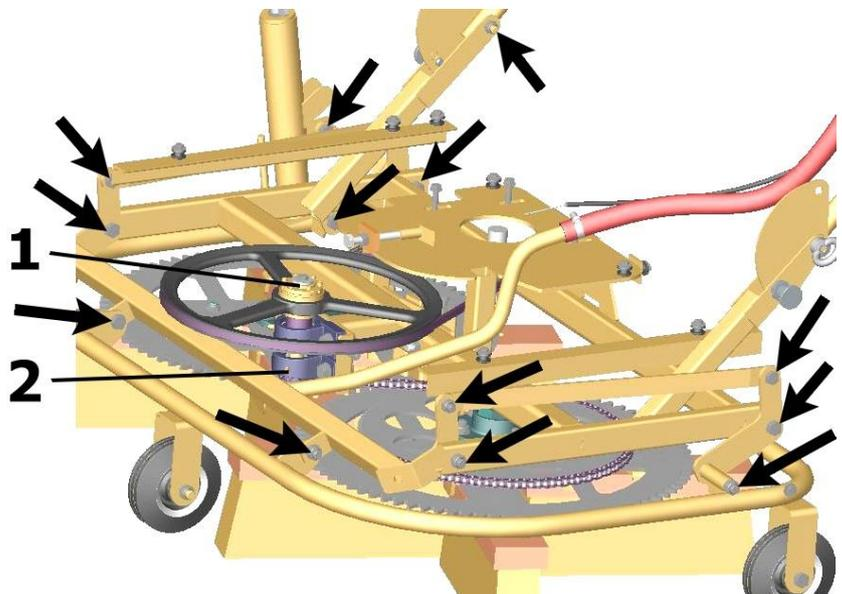

Bild 2
- Befestigungsschrauben bei beweglichen Teilen nicht zu fest nachziehen. (Siehe Pfeile ↙ ↗ in Bild 2)
Rutschkupplung (siehe Pos. (1) in **Bild 2**) dient als Überlastsicherung und sollte bei Störungen (Durchdrehen der Rutschkupplung (1) während des Betriebes) nachgezogen werden (siehe beiliegende Montageanleitung RUFLEX).
Halbjährlich ist die Rutschkupplung über Schmiernippel (siehe Pos. (2) in **Bild 2**) mit Fett nachfüllen.